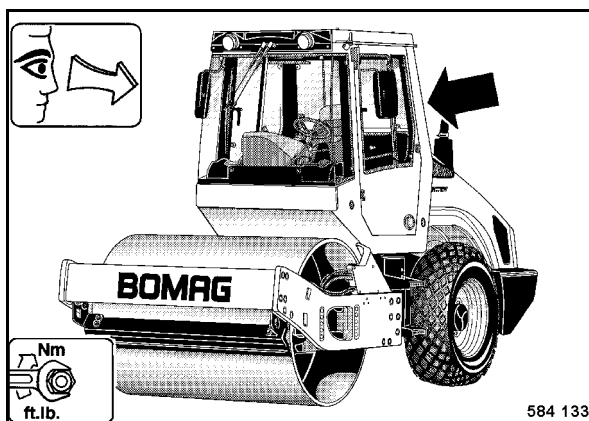

Fig. 142
- Comprobar la cabina y en especial la estructura del ROPS (Fig. 142) por grietas, corrosión, defectos y piezas de fijación ausentes.